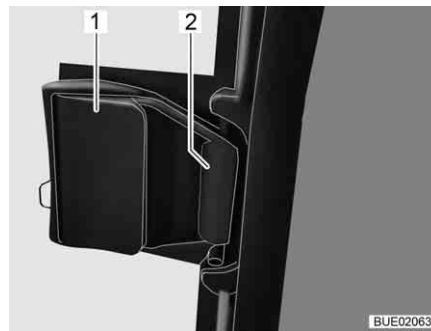

Fig. 106 Finestra scorrevole, bloccata
- Tirare l'elemento di sblocco (Fig. 106, 1). Il chiavistello (Fig. 106,2) si apre.